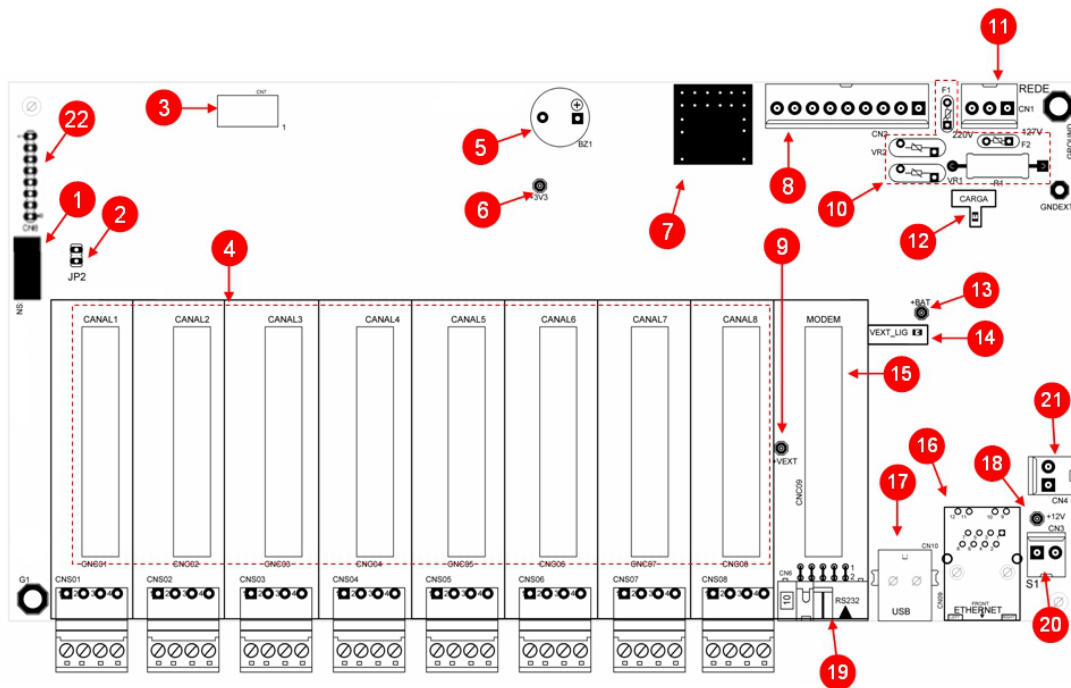
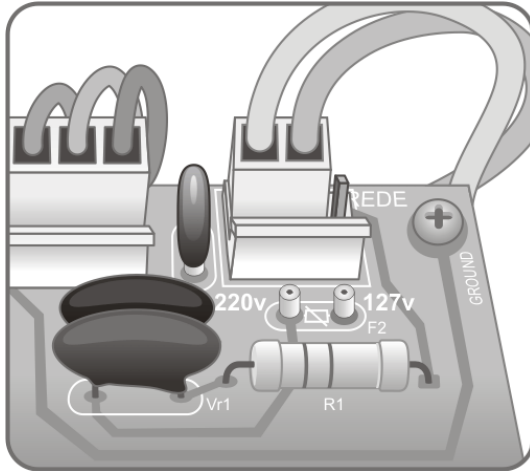
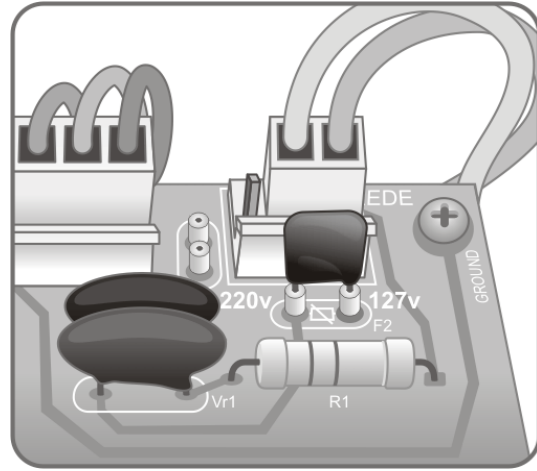

Fig. 5
Fig. 6
Fig. 7
A seleção de tensão é feita através do conector CN1, indicado na fig.5 como 11, deslocando o conector para a esquerda, fig.6, seleciona-se 220 V e para direita fig. 7, 127 V.
A automação possui oito canais independentes onde serão encaixados os módulos para comunicação de bombas e dispensadores indicado na fig. 5 como item 4.
Além disto, existe um módulo específico para a comunicação com um modem, indicado na fig. 5 como item 15, nele pode ser conectado o módulo RS232 (para comunicação com um modem externo) ou o módulo GSM.